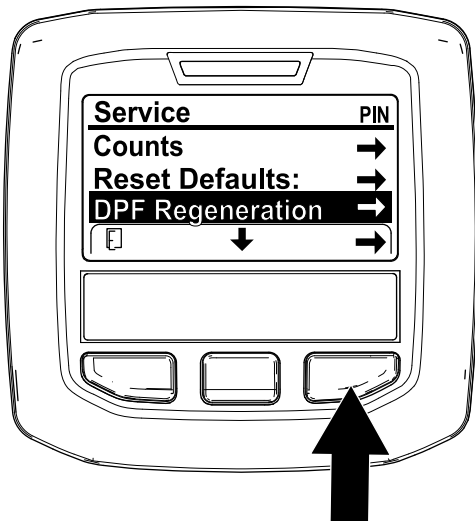

Figura 33
1. Accedete al menu Service e premete il pulsante centrale per scorrere il menu verso il basso fino all'opzione DPF REGENERATION ((Rigenerazione FAP) (Figura 33).
2. Premete il pulsante destro per selezionare la voce DPF Regeneration (Figura 33).